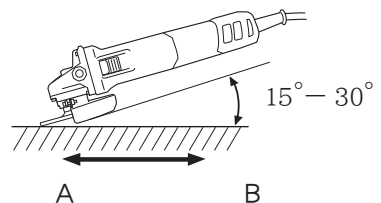

图 7
如图 7 所示,机器应保持  $15^{\circ}-30^{\circ}$ ,使砂轮的外缘以最佳角度与工件相接触。
- 用新砂轮首次进行研磨时,应将角向磨光机由对面横过工件往操作人员这边拉,以免挖入工件(图 7 的 B 方向)。等砂轮的前缘适当磨损后,就可往任何方向进行研磨。